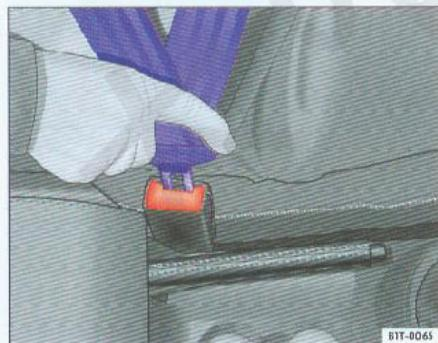

图10 安全带锁扣和插口
- 将锁扣插入相应座椅的插口内，直至听到啮合声 ⇒ 图10。